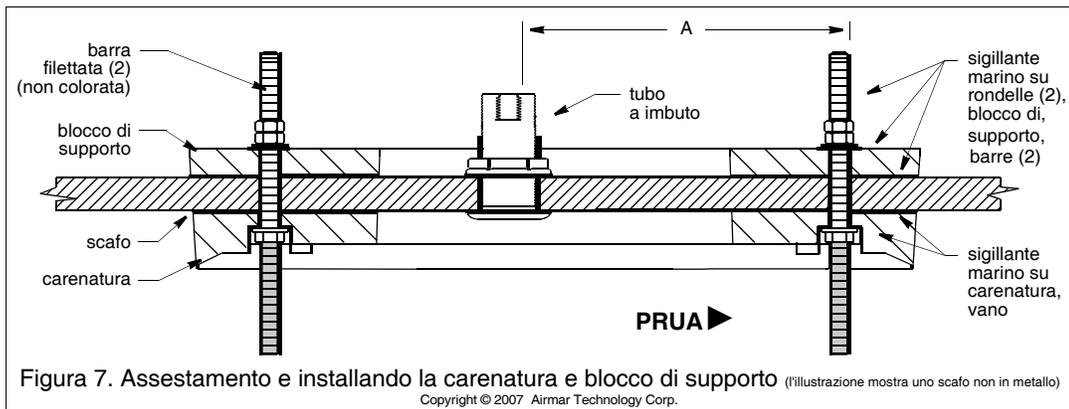

Figura 7. Assestamento e installando la carenatura e blocco di supporto (l'illustrazione mostra uno scafo non in metallo)
1. Per individuare la posizione del foro per la barra filettata anteriore (la più vicina alla prua), misurate la distanza tra l'uscita del cavo e il foro anteriore del trasduttore, da centro a centro. (Il fondo arrotondato è rivolto in avanti e il sensore della temperatura è a poppa). **Verificando che la carenatura sia parallela alla mezzeria della barca (chiglia)**, misurate la distanza A sullo scafo e contrassegnate il foro (vedi Figura 7).
4. Posizionate la carenatura contro lo scafo. Spingete l'estremità non colorata della barra filettata attraverso la carenatura e lo scafo finché il dado non si sistema nel vano della carenatura (vedi Figura 7). Mentre una persona si trova all'interno dell'imbarcazione, fate scivolare il blocco di supporto sulla barra. Fissate temporaneamente la barra con un dado e una rondella in acciaio inox.
2. Applicare uno strato di sigillante marino spesso 2mm (1/16") alle seguenti superfici (vedi Figura 7):
4. Spingete la sezione non colorata di ciascuna barra filettata attraverso la carenatura, lo scafo e il blocco di supporto finché la rondella non si sistema nel vano della carenatura (vedi Figura 7). Mentre una persona si trova all'interno dell'imbarcazione, fissate ciascuna barra con una rondella (lato assestato contro il blocco di supporto) e due dadi in acciaio inox. Fissate il dado in alto contro quello in basso, tenendo fermo quest'ultimo con una chiave.